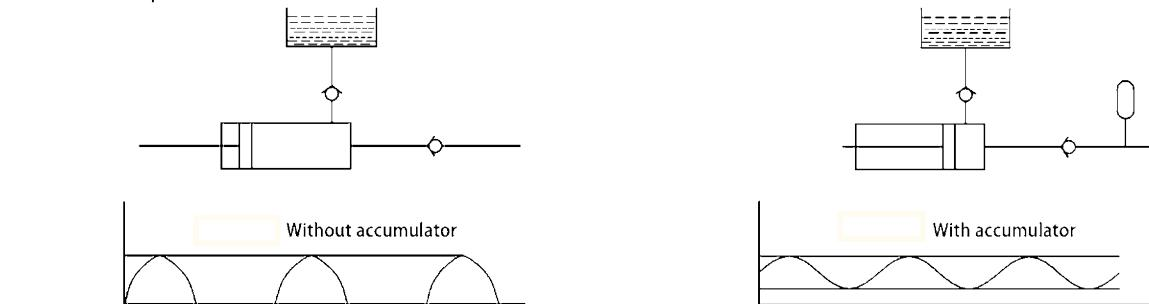

Fig.3
2. Tanto las bombas de pistón como las bombas de diafragma crean picos de pulsación o de presión durante el funcionamiento, lo que es perjudicial tanto para el buen funcionamiento como para la vida útil de los componentes. La colocación de un acumulador adyacente a la corriente descendente de la bomba amortiguará la pulsación a un nivel aceptable (fig.3). Las aplicaciones típicas son bombas dosificadoras, bombas con un pequeño número de pistones, etc.
2. Both piston and diaphragm pumps create pulsation or pressure peaks during operation, this being undesirable and detrimental to both the smooth operation and operational life of components. The fitting of an accumulator adjacent to downstream of the pump will dampen the pulsation to an acceptable level (fig.3). Typical applications are dosing pumps, pumps with a small number of pistons etc.